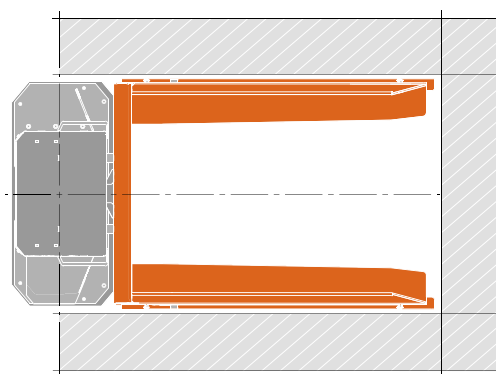

Figure 17 Zone de sécurité
2. Placez l'élévateur à palettes dans la position souhaitée. Assurez-vous que l'espace autour de l'élévateur à palettes est bien dégagé (min. 500 mm.). Voir figure 17.